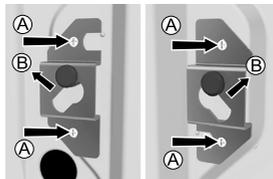
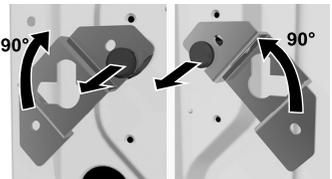

Abbildung 1
Abbildung 2
- Lösen Sie die Schrauben (A) auf der Hinterseite des Geräts (Abb. 1).
- Nehmen Sie die Winkelstücke (B) (Abb. 1) ab und klinken Sie diese in die Einkerbung auf der Verriegelungsstange ein (Abb. 2) - drehen Sie zuerst das rechte Winkelstück auf die andere Seite.